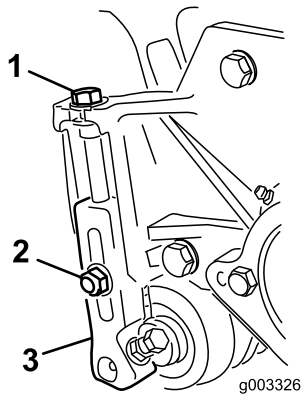

Figura 15
1. Afloje las contratuercas que fijan los soportes de altura de corte a las chapas laterales de la unidad de corte (Figura 15).